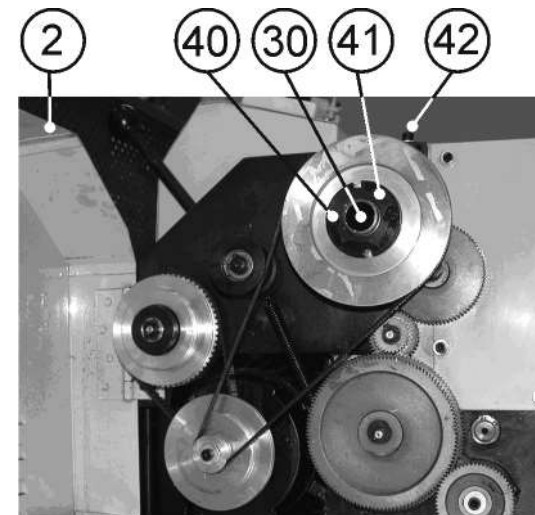

Рис. 6
**9.3. Регулировка биения шпинделя (Рис. 6)**